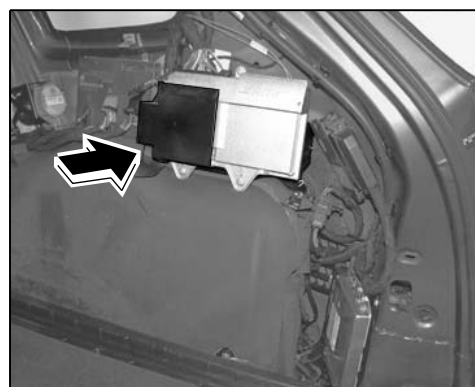

Рис. 7
1.7 Снять усилитель динамиков (⇒ Руководство по ремонту '914419 Демонтаж и монтаж усилителя динамиков', ⇒ Рис. 7).